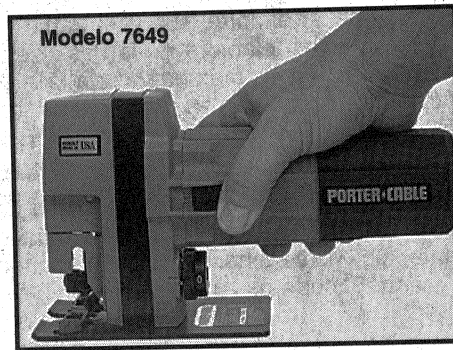

Fig. 10
**ADVERTENCIA:** Cuando corte una pared evite contacto con toda la superficie metálica de la herramienta para prevenir el riesgo de un choque eléctrico que resulte si corta accidentalmente un alambre vivo. MANEJE LA SIERRA COMO ESTA ILUSTRADO EN FIG. 10.